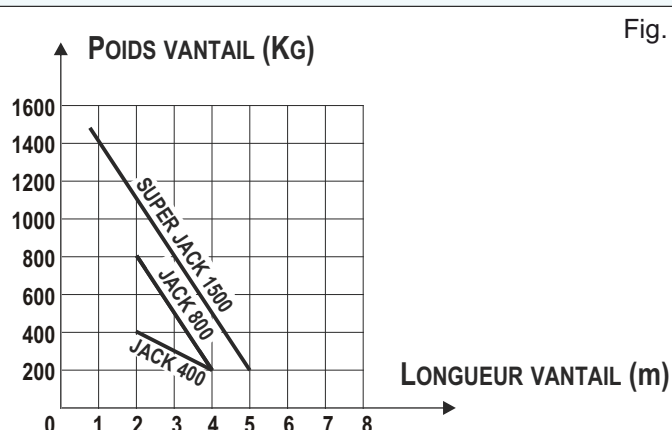

Fig. 5
- 2.2. Prévoir un TUYAU D'EVACUATION EN PVC D'AU MOINS 40 MM Ø POUR LE DRAINAGE DE L'EAU DE PLUIE, à insérer dans la fente appropriée du caisson avant qu'il soit cimenté (Fig. 5);
- 2.3. Prévoir une GAINÉ FLEXIBLE EN PLASTIQUE D'AU MOINS 32 MM Ø POUR LE PASSAGE DES TUYAUX HYDRAULIQUES, à insérer dans la fente du caisson avant qu'il soit cimenté (Fig.5) et qui **DOIT ÊTRE AMENÉE JUSQU'AU BOÎTIER DE L'UNITÉ HYDRAULIQUE «LIRA»**